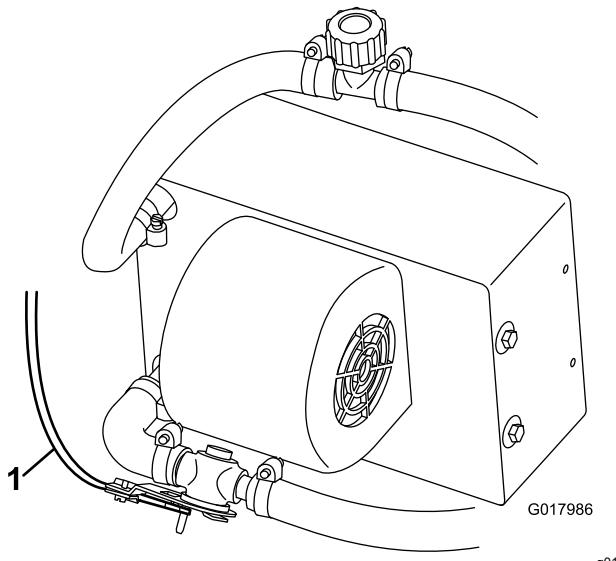

Figura 6
- Encaminhe e ligue o cabo do controlo do aquecedor à válvula do aquecedor (Figura 6).